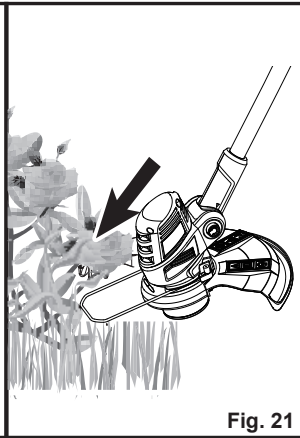

Fig. 21
10. Maniobre con cuidado la herramienta alrededor de objetos, como árboles y arbustos, asegurándose de que no entra en contacto con ellos. Utilice el protector de flores para evitar que el dispositivo de corte entre en contacto con plantas frágiles (Fig. 21).